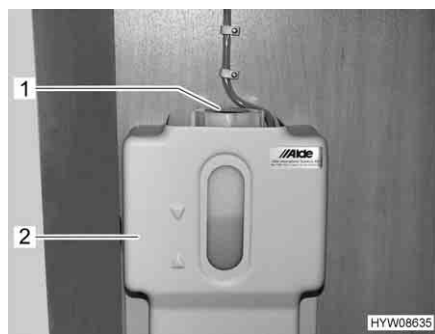
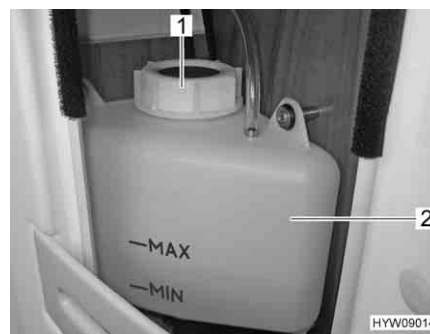

Fig. 184 Vaso d'espansione del riscaldamento ad acqua calda (armadio guardaroba)
Fig. 185 Vaso d'espansione del riscaldamento ad acqua calda (vano doccia)
- Controllare se il livello del liquido nel vaso d'espansione (Fig. 184,2 o Fig. 185,2) è tra le righe del "MIN" e del "MAX".
- Aprire il coperchio (Fig. 184,1 o Fig. 185,1) del vaso di espansione.